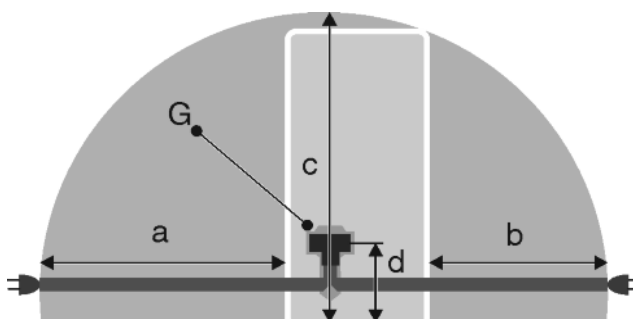

Fig. 48
- Gniazdo znajduje się poza tylną częścią urządzenia w podanym obszarze Fig. 48 (a, b, c).
- ▶ Wtyczkę urządzenia Fig. 48 (G) podłączyć z tyłu urządzenia. Zwrócić uwagę na prawidłowe zazębenie.